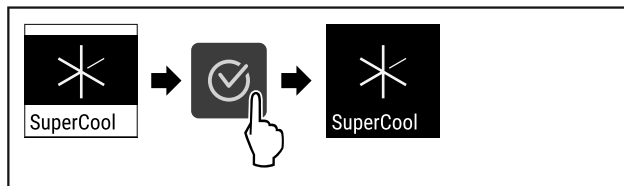

Fig. 73
- ▶ Atlikite veiksmus (žr. Fig. 73).